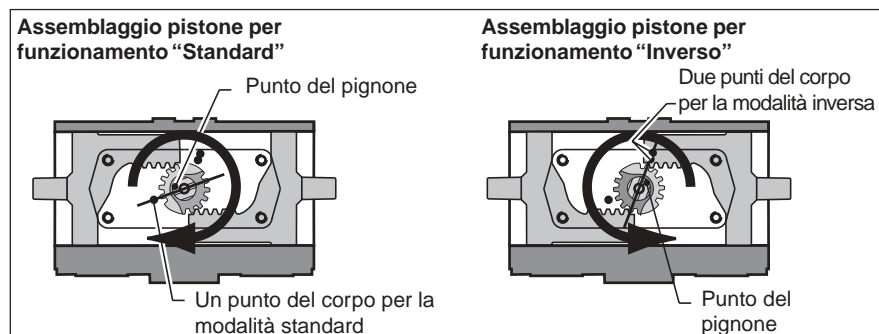

Fig. 6 Allineamento pignone
La rotazione standard è in senso orario con i pistoni che si muovono l'uno verso l'altro (vista dall'alto della scanalatura alla sommità del pignone, vedere fig. 6).
#### 10.3.1 Rotazione in senso orario (i pistoni si muovono verso l'interno, vedere fig. 6).
#### 10.3.2 Rotazione in senso antiorario (i pistoni si muovono verso l'interno, fig. 6).
- Far passare l'apposita asta di bloccaggio HYTORK attraverso la calotta terminale (fig. 6) ed avvitarla
- Da **XL 26 a XL681** nei pistoni (20)
- Una volta che le calotte terminali sono posizionate e le unità SAFEKEY sono regolate correttamente, rimuovere le aste di bloccaggio HYTORK e riposizionare i bulloni di tenuta (28) e le guarnizioni (29).